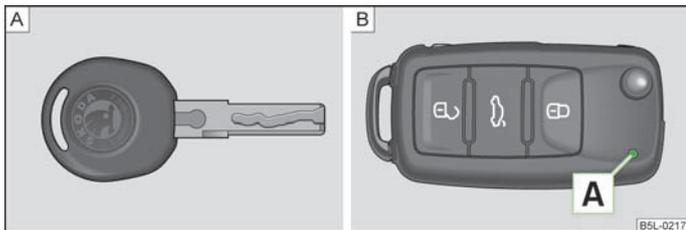
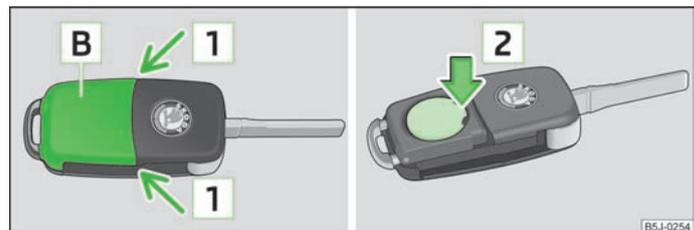

Fig. 8 Clé sans télécommande/clé avec télécommande (clé à radiocommande)
Fig. 9 Clé à radiocommande - enlever le couvercle/sortir la pile
Deux clés sont livrées avec le véhicule. Selon l'équipement, votre véhicule peut être doté de clés sans radiocommande » fig. 8 - [A] ou avec radiocommande » fig. 8 - [B].
- Chaque clé à radiocommande possède une pile placée sous le couvercle [B] » fig. 9. Lorsque la pile est déchargée, le voyant rouge [A] ne clignote pas après un appui sur une touche de la clé à radiotélécommande » fig. 8. Nous vous recommandons de ne faire remplacer les piles de clés que par un concessionnaire ŠKODA. Procédez comme suit si vous souhaitez néanmoins remplacer vous-même une pile déchargée :
- Poussez le cache de la pile avec le pouce ou un tournevis plat au niveau des flèches [1] » fig. 9.